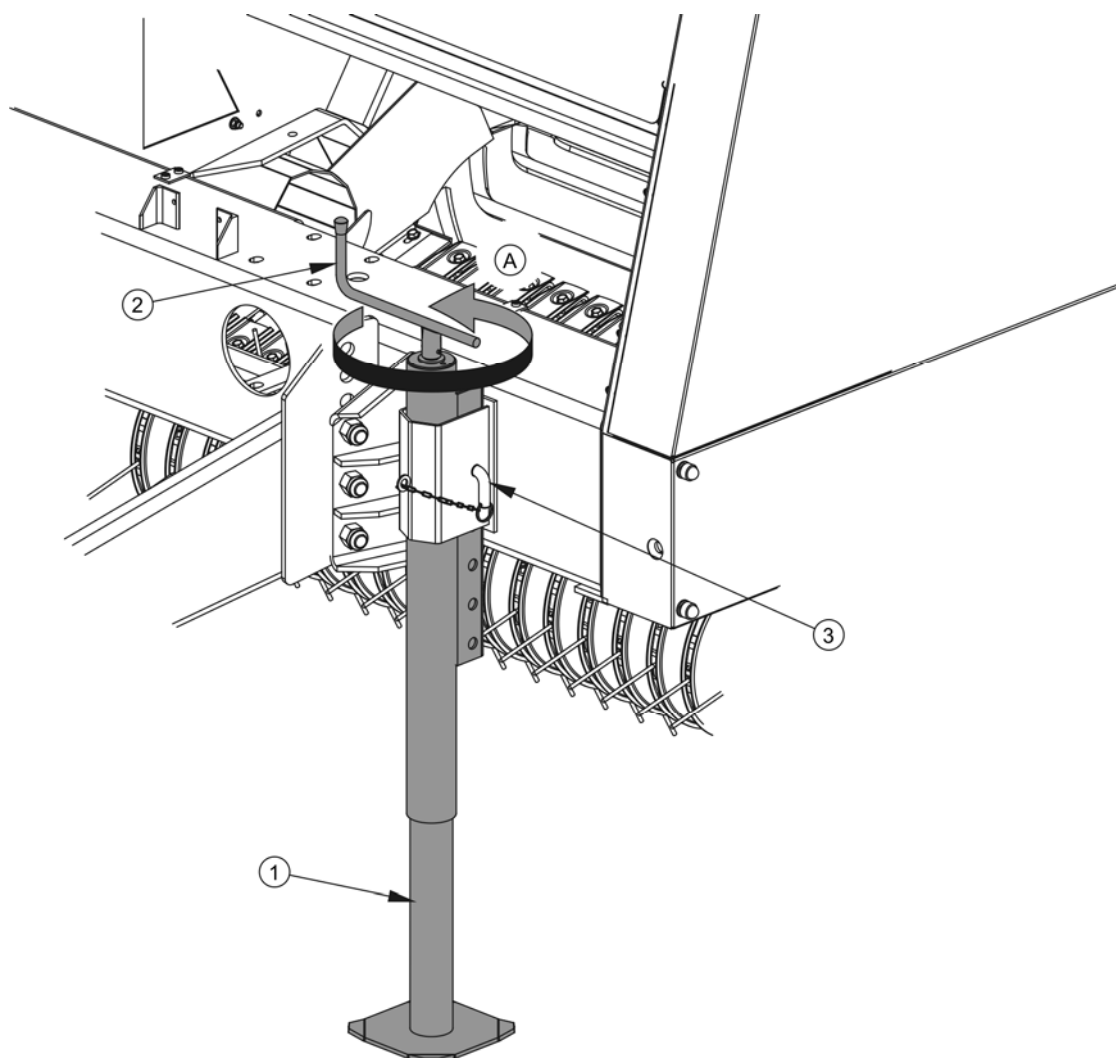

РИСУНОК 4.1 Опора пресс-подборщика в стояночном положении
(1) опора, (2) рукоятка, (3) страховочная чека, (A) направление вращения рукоятки при опускании опоры
- ➔ Вращая рукоятку в направлении  рисунок 4.1, выдвинуть пята опоры и установить проушину дышла на требуемой высоте.